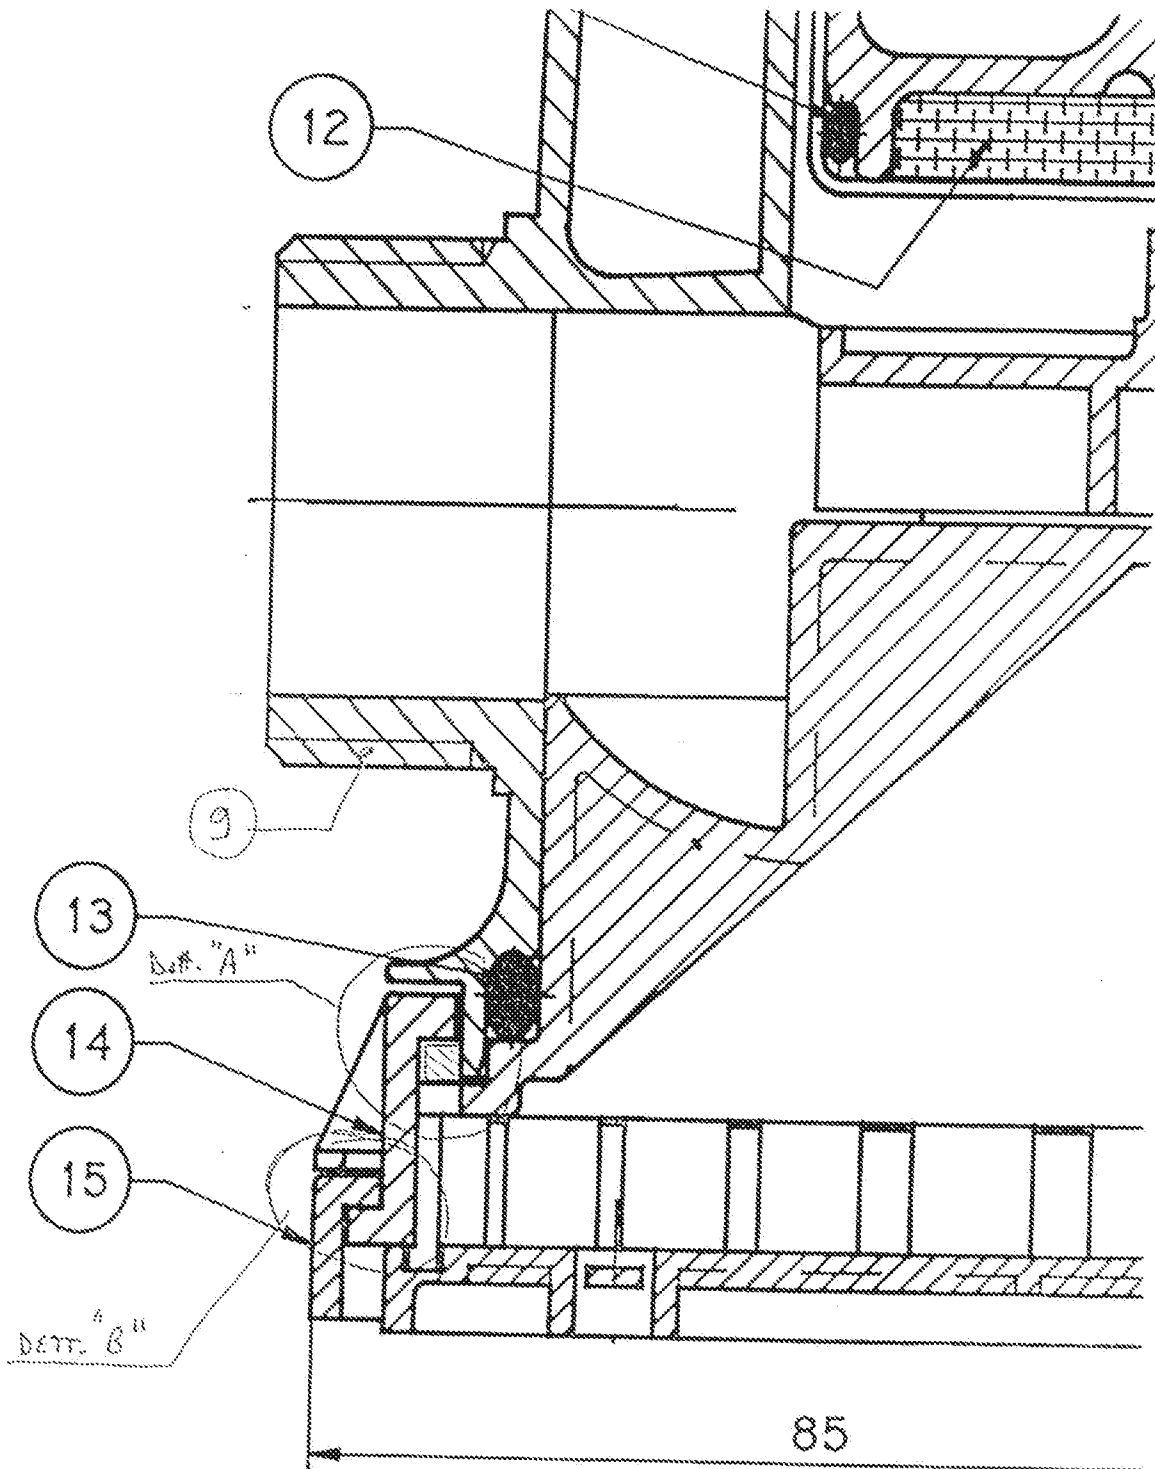

Fig. 1b
Il sistema si compone di un incastro a baionetta (vedi Fig. 1b Dett. "A"), ricavato direttamente sul particolare stampato. L' incastro a baionetta è ricavato per metà sul corpo pompa e per l' altra metà sul diffusore-filtro.
Il diffusore-filtro (14) è completato, se necessario, con un particolare detto " Tappo filtro " (15) che è fissato anch' esso con un incastro a baionetta (vedi Fig. 1b dett. "B") analogo a quello utilizzato per il bloccaggio del diffusore-filtro sul corpo pompa.
1. Montaggio del diffusore-filtro (14) sul corpo pompa (9) per mezzo di uno o più incastri a baionetta (Fig. 1b Dett. "A").
4. Il diffusore svolge anche la funzione di filtro ed é dotato di uno o più incastri a baionetta (Fig. 1b Dett. "B") per il montaggio di un eventuale tappo (15) di chiusura del diffusore-filtro (14).